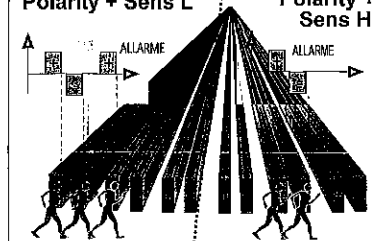

Fig.13b
**SENS-H + POLARITY**: si ha la condizione di allarme con l'attraversamento di due semifasci (fig. 13b).